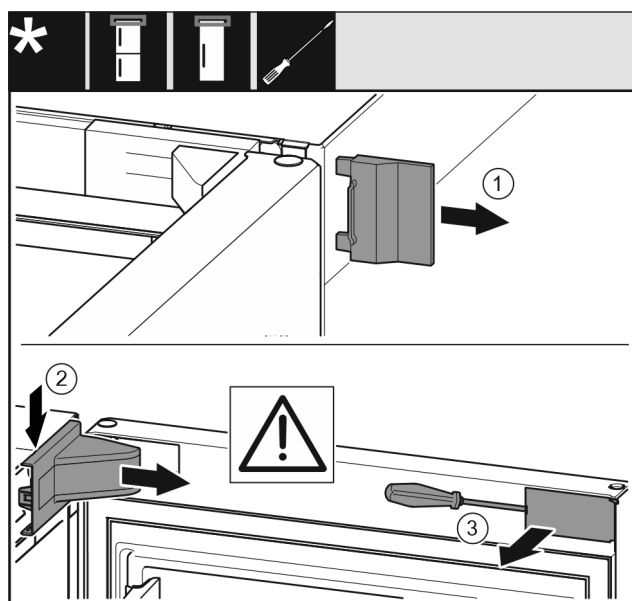

Fig. 11
- Sejměte vnější kryt. Fig. 11 (1)
- Odjistěte a uvolněte kryt stojanu ložiska. Sejměte kryt stojanu ložiska. Fig. 11 (2)
- Plochým šroubovákem vyjměte záslepku a otočte ji ke straně. Fig. 11 (3)